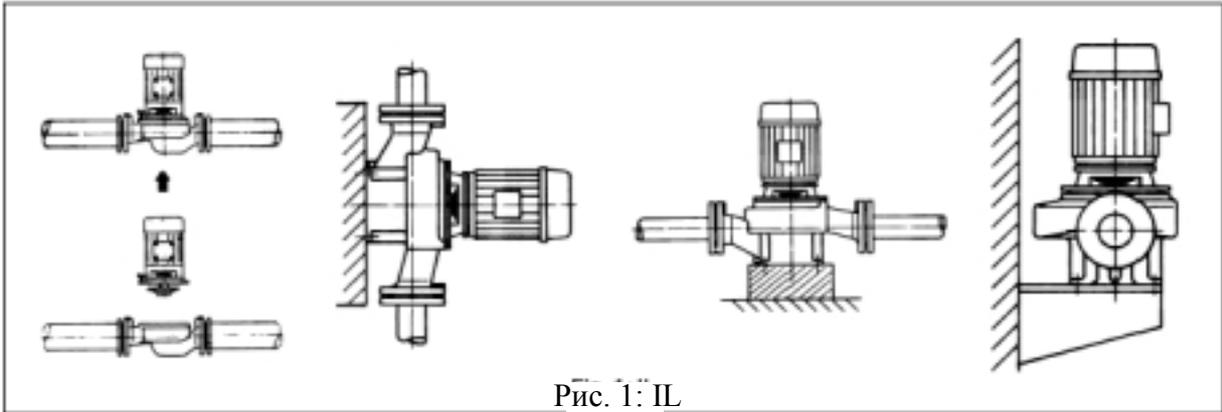

Рис. 1: IL
- **IL:** Корпус насоса имеет конструкцию - INLINE, т.е. фланцы, расположенные со стороны всасывания и нагнетания, лежат на одной линии (рис. 1). Все насосы имеют опорные стопы. Монтаж насоса на плите фундаментной плите рекомендуется при номинальной мощности двигателя 5,5 кВт и выше.